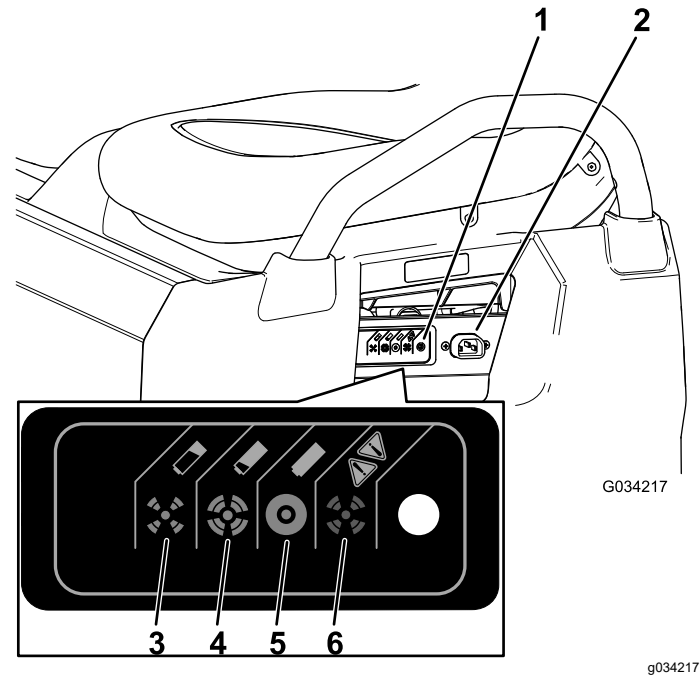

Figura 39
3. Conecte un cable de cargador de calibre 16 (o de diámetro superior), de 2,5 m o más corto al conector de carga de la máquina (Figura 39).
Consulte la siguiente tabla y Figura 39 para conocer el significado de los colores cambiantes del indicador de estado del cargador.